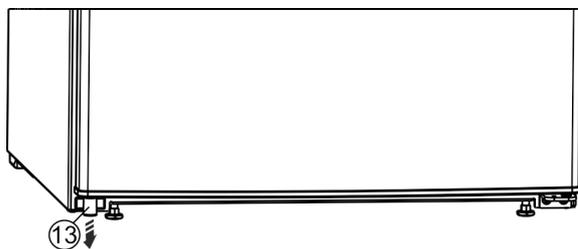

Fig. 14 \*
- ▶ Unten links das Distanzteil Fig. 14 (13) aus der Tür herausnehmen.\*